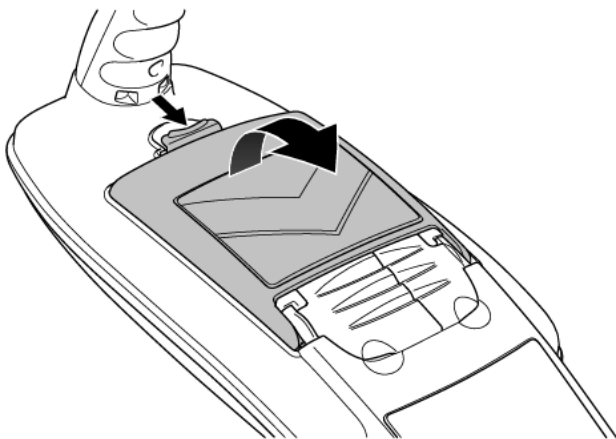

図 4.1 電池収納部を開ける
- 1 リリースキャッチを使用して、電池収納部を開けます (図 4.1)